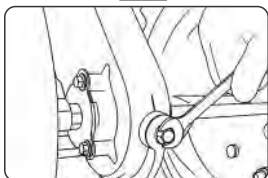

Рис. 17
Проверьте затяжку сливной пробки, расположенной в нижней части редуктора (рис. 17).
• Отверните сливную пробку на редукторе (рис. 17) и слейте масло в подставленную ёмкость.